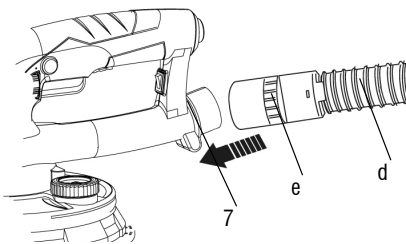

Fig. 5 – Colocación y remoción del saco de polvo
Saque el cierre (b) del saco de polvo (15) y vacíelo en la bolsa de basura (Fig. 5).